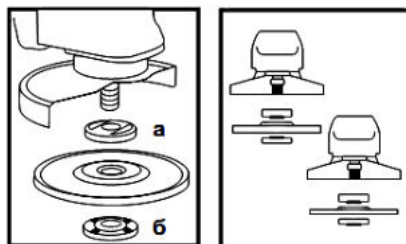

Рисунок 2
**4.4** Встановіть на виріб абразивний шліфувальний або відрізний круг. Для цього натисніть на кнопку фіксації шпинделя (1) і поверніть шпиндель до фіксації. За допомогою вилочного ключа з комплекту виробу відверніть і зніміть затискну гайку (б) (див. рис. 2). Встановіть шліфувальний диск на посадкове місце фланцевої шайби (а) (рис. 2), накрутіть затискну гайку на шпиндель і затягніть її ключем з комплекту виробу.